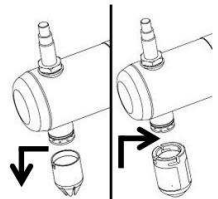

Abb. 8
- Tauschen Sie die Garniertülle gegen die Reinigungsdüse aus (Nachbestellung) (Abb. 8)